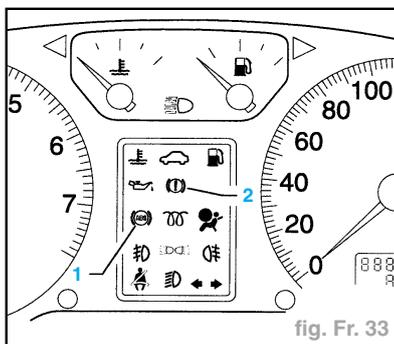

fig. Fr. 33
- Les anomalies sont indiquées par le témoin de contrôle d'ABS (**K47**) (1) et le témoin de contrôle rouge du frein à main/niveau de liquide de frein (**K14/33**) (2) qui s'allument. Certains défauts ne sont détectés qu'à condition de rouler au-dessus de **20 km/h** (effectuer un essai sur route) (fig. Fr. 33).